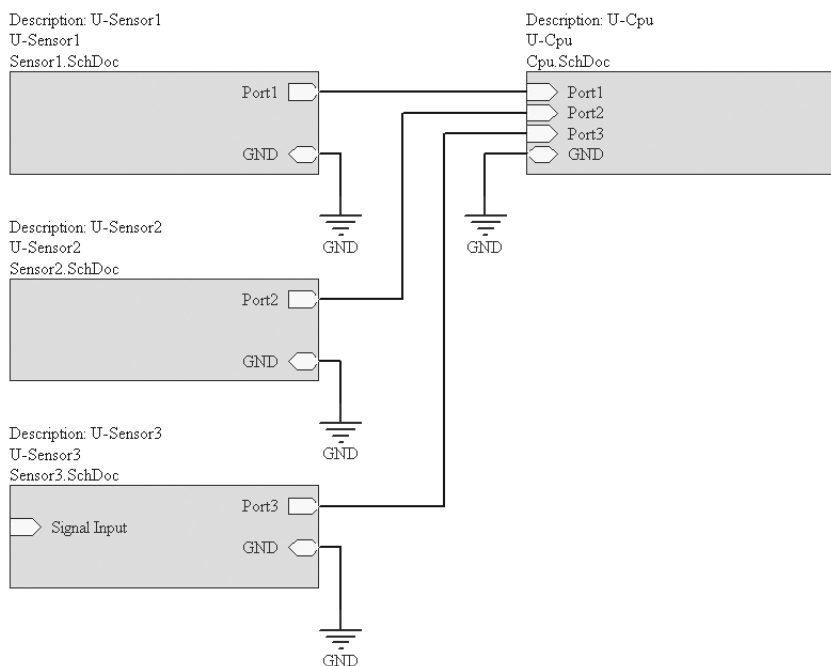

图 5-8 顶层原理图
(12) 按照同样的方法, 把所有的电路端口放在合适的位置, 并逐一完成属性设置。
(13) 使用导线或总线把每一个原理图符号上的相应电路端口连接起来, 并放置好接地符号, 完成顶层原理图的绘制, 如图 5-8 所示。
(9) 设置原理图符号和电路端口的属性。由系统自动生成的原理图符号不一定完全符合我们的设计要求，很多时候还需要进行编辑，如原理图符号的形状、大小、电路端口的位置要有利于布线连接，电路端口的属性需要重新设置等。
(10) 用导线或总线将原理图符号通过电路端口连接起来，并放置接地符号，完成顶层原理图的绘制，结果和图 5-8 完全一致。